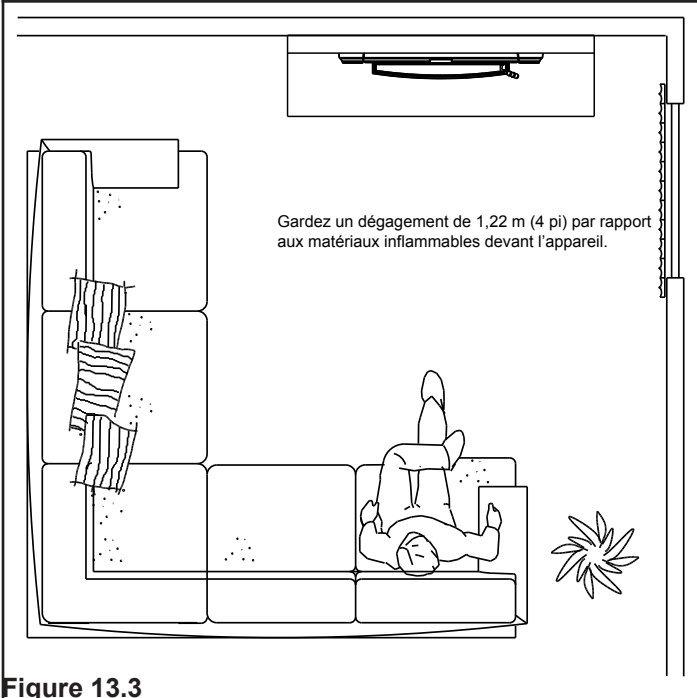

Figure 13.3
- Ne placez AUCUN objet inflammable à moins de 1,2 m (4 pi) devant l'appareil. Voir la **Figure 13.3**.